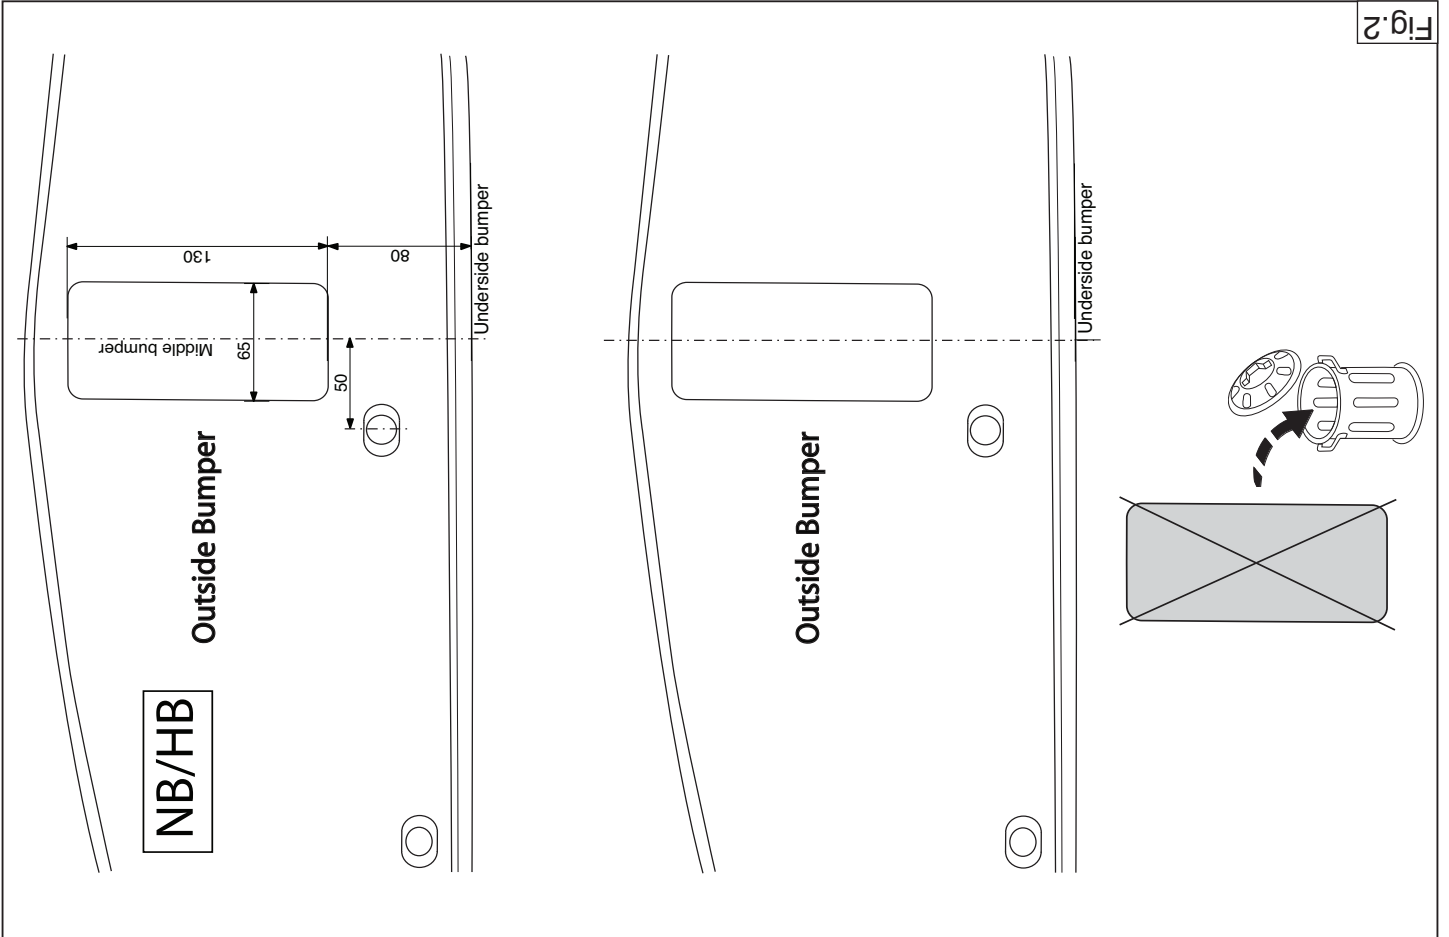

Fig. 2
9. Saw out the portions as indicated in fig. 2 + 2a.
9. Gemäß Abb. 2 + 2a die angegebenen Teile heraussägen.
9. Scier les parties indiquées conformément à la figure 2 + 2a.